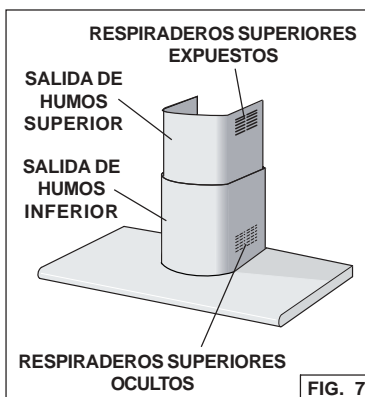

FIG. 7
5. Coloque con cuidado la salida de humos decorativa inferior en el área empotrada de la parte superior de la campana de cocina. Fig. 7
6. Deslice cuidadosamente la salida de humos decorativa superior hacia abajo, dentro de la salida de humos inferior. Fig. 7
8. Coloque con cuidado la salida de humos decorativa inferior en el área empotrada de la parte superior de la campana de cocina. Fig. 7
Nota: los respiraderos deben estar hacia arriba. Fig. 7